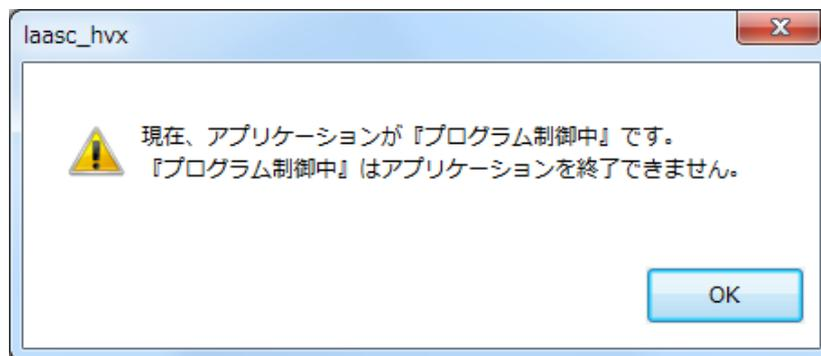

図 3-10 プログラム制御実行中の終了時ダイアログ
①プログラム制御実行中の場合、ダイアログが表示されます。(図 3-10)